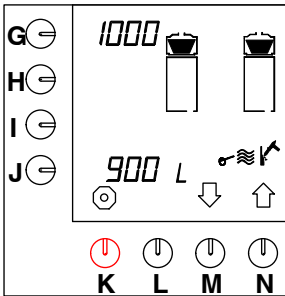

Fig. 39 Rensesignal kaffetraktesystemet
- Trykk på valgtasten (M.)↓ inntil fig.39 vises på displayet.